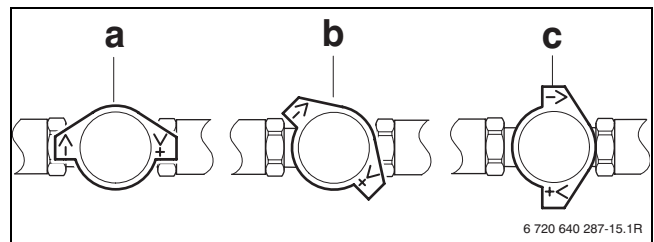

Fig. 16 Dispositivo de corte com bloqueio do fluxo por gravidade na alimentação
- ▶ Abrir os bloqueios do fluxo por gravidade na alimentação e no retorno (→ fig. 16 e 17, página 16).